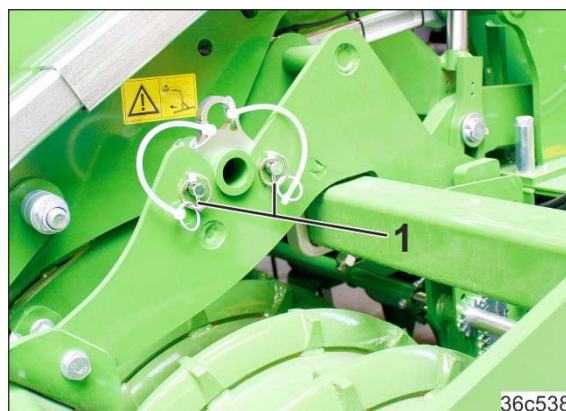

Fig. 142
- 12.3 Løsne sikringen på begge koblingsstykkene. Fjern hertil låsesplintene. 2 låsesplinter (Fig. 142/1) sikrer ett koblingsstykke.